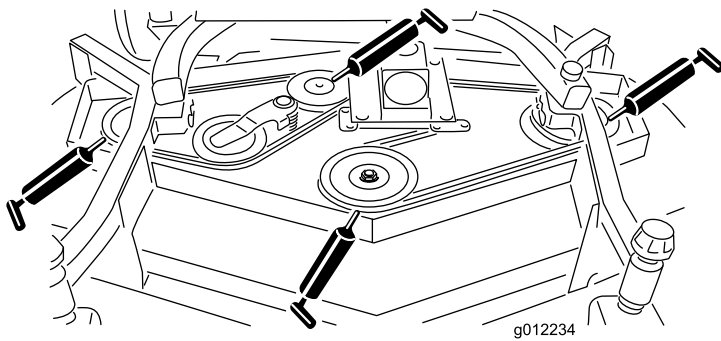

Bild 16
- Spindelwellenlager (3) (unter der Riemenscheibe) (Bild 16)
- Lager der Spannarmwelle (Bild 16)